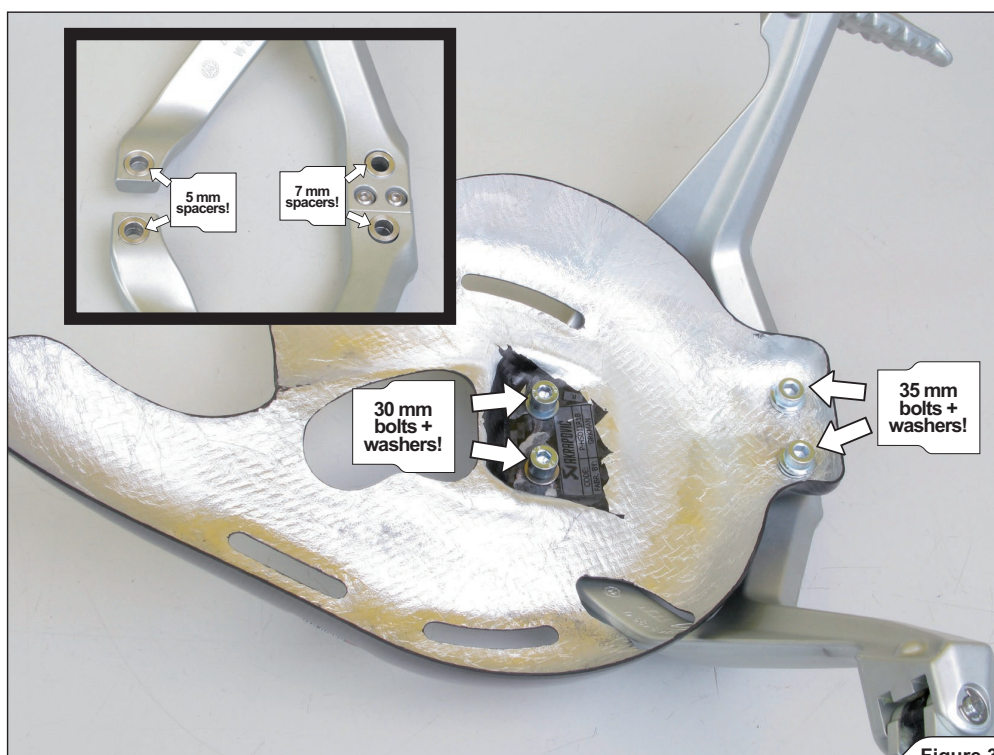

Figure 30
5. Seulement pour utilisation avec repose-pieds passager : installer le pare-chaleur et les repose-pieds passager sur le sous-cadre en utilisant les entretoises, les boulons et les rondelles contenus dans le kit d'installation Akrapovič (Figures 30, 31).
5. Nur bei Verwendung der Beifahrerfußrasten: den Wärmeschutz und die Fußrasten am Heckrahmen befestigen, dazu die Distanzstücke, die Schrauben und die Unterlegscheiben aus dem Akrapovič Installationskit verwenden (Figure 30, 31).